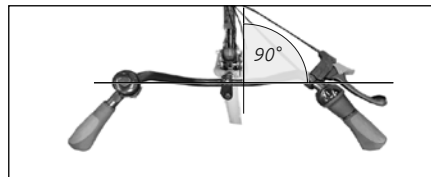

Abb.:26
3. Stellen Sie die Lenkerrichtung so ein, dass der Lenker im Winkel von 90° zum Vorderrad steht (siehe „Abb.:26“).